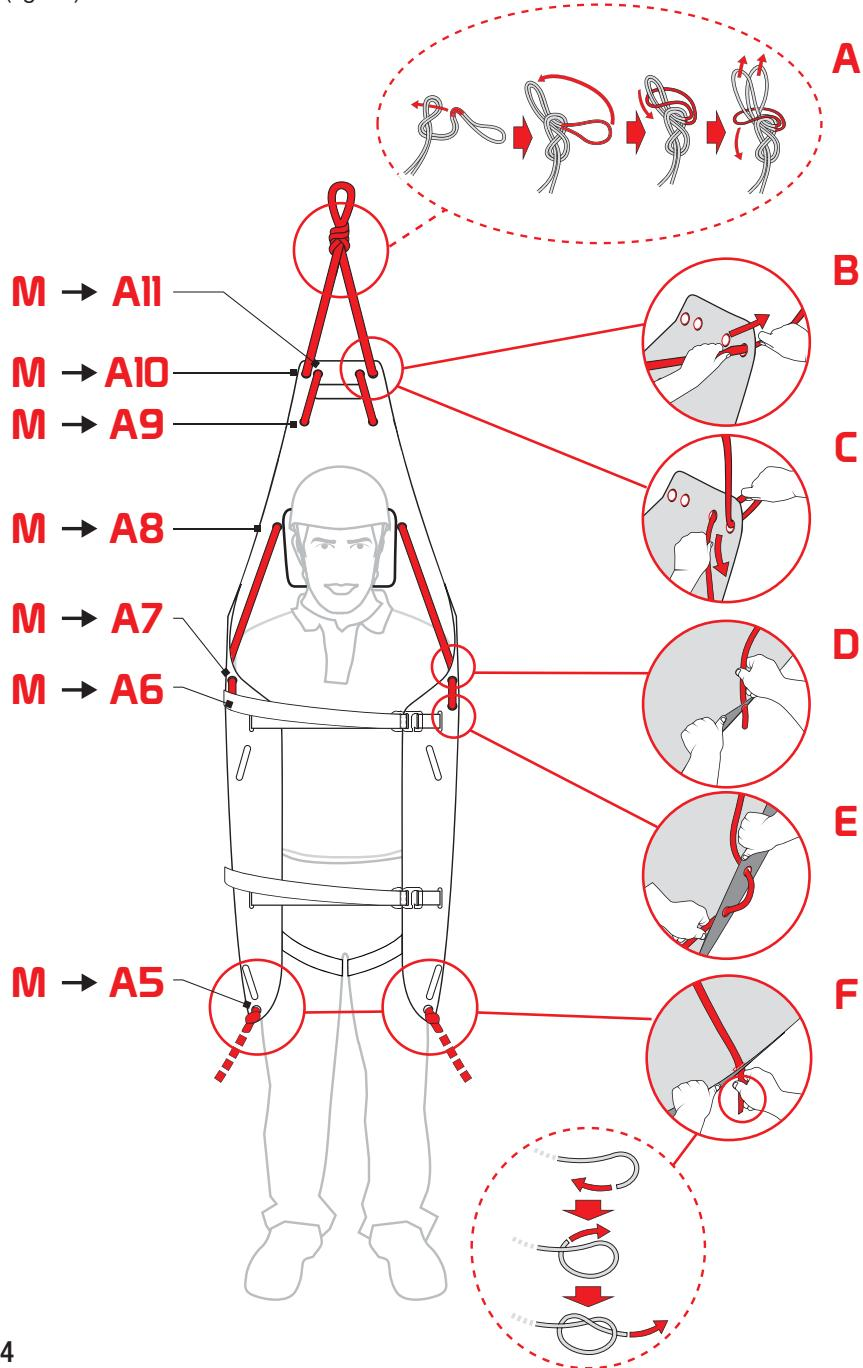

Fig.14
c) levage/descente à la verticale : enfiler la corde (M) dans les trous de A5 à A11 du plan d'appui (fig. 14).